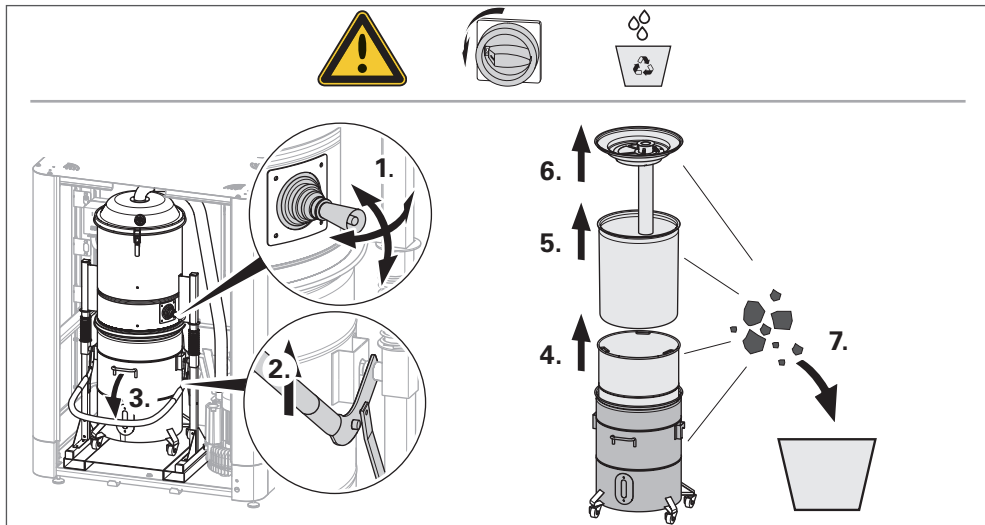

Abb. 57 Absaugung mit Öl
- Den Auffangbehälter reinigen. Vorgehen wie in Abb. 57 beschrieben.